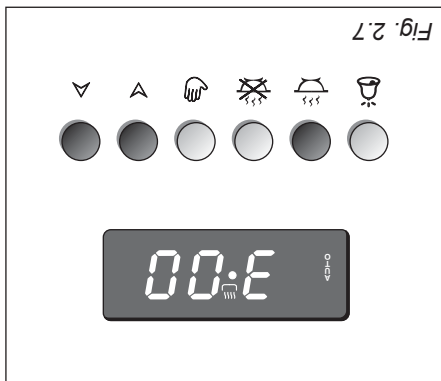

Fig. 2.7
1. Déterminer le temps de durée de la cuisson en pressant le poussoir et le poussoir pour avancer, ou le poussoir pour revenir si le temps désiré a été dépassé (fig. 2.7).